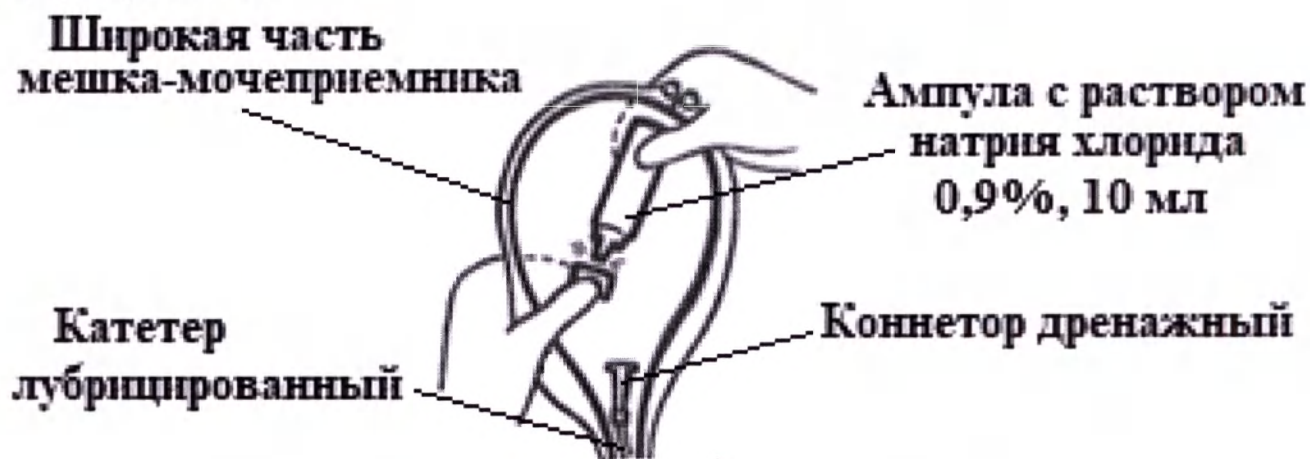

Рисунок 6 – Фотографическое пояснение к п. 7.8.2 (1)
7.8.2. После открытия ампулы переверните мешок-мочеприемник узкой частью вниз (Рисунок 6) и выдавите из ампулы Натрия хлорид так, чтобы он покрывал катетер лубрицированный.